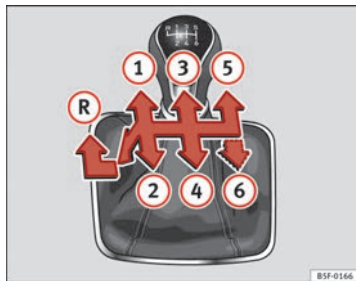

Fig. 121 Esquema de uma caixa de velocidades manual de 5 ou de 6 velocidades.
Na alavanca da caixa de velocidades estão representadas as posições de cada uma das mudanças ⇒ Fig. 121.
- Desloque a alavanca da caixa de velocidades completamente para a esquerda e depois para a frente para colocá-la na posição de marcha-atrás ⇒ Fig. 121 (R).